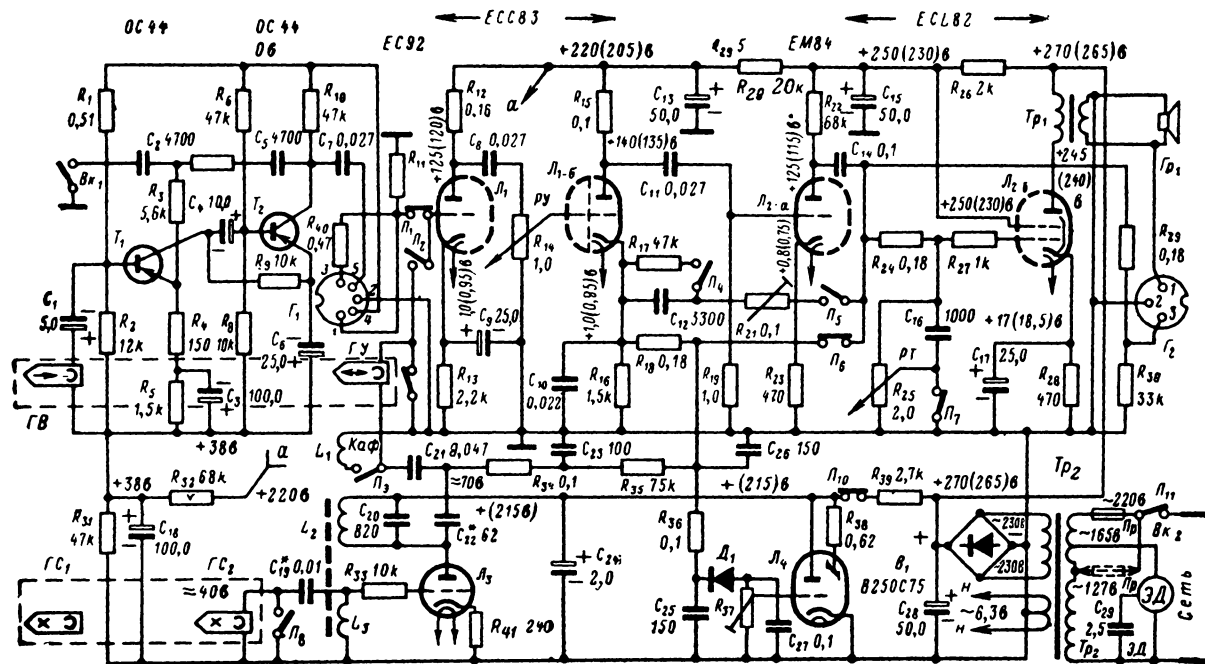

Рис. 24. Принципиальная электрическая схема магнитофона «Школякорд».
**Принципиальная электрическая схема** магнитофона в режиме записи показана на рис. 24.
Для записи ответов ученика на вторую дорожку и их последующего воспроизведения используется универсальный усилитель на лампах. При записи сигнал с микрофона поступает на контакты 1—2 входного гнезда  $Г_1$ , проходит через замкнутые контакты переключателя  $П_1$ , усиливается тремя каскадами на лампах  $Л_1-а$ ,  $Л_1-б$  и  $Л_2-а$  и подается на головку  $ГУ$  через переключатель  $П_6$ , токостабилизирующие резисторы  $R_{35}$ ,  $R_{34}$ , конденсатор  $C_{21}$  и замкнутые контакты переключателя  $П_3$ . Частотная коррекция при записи осуществляется цепочкой обратной связи  $R_{18}$ ,  $R_{16}$ ,  $C_{10}$ , включенной между выходом лампы  $Л_2-а$  и катодом лампы  $Л_1-б$ . Необходимый при записи ток подмагничивания в универсальную головку  $ГУ$  и ток стирания в головку  $ГС$  поступают от генератора, работающего на лампе  $Л_3$ . В качестве индикатора уровня записи используется электронно-световой индикатор на лампе  $Л_4$ . (Резистор  $R_7$  в 47 ком на рис. 24 не обозначен.)